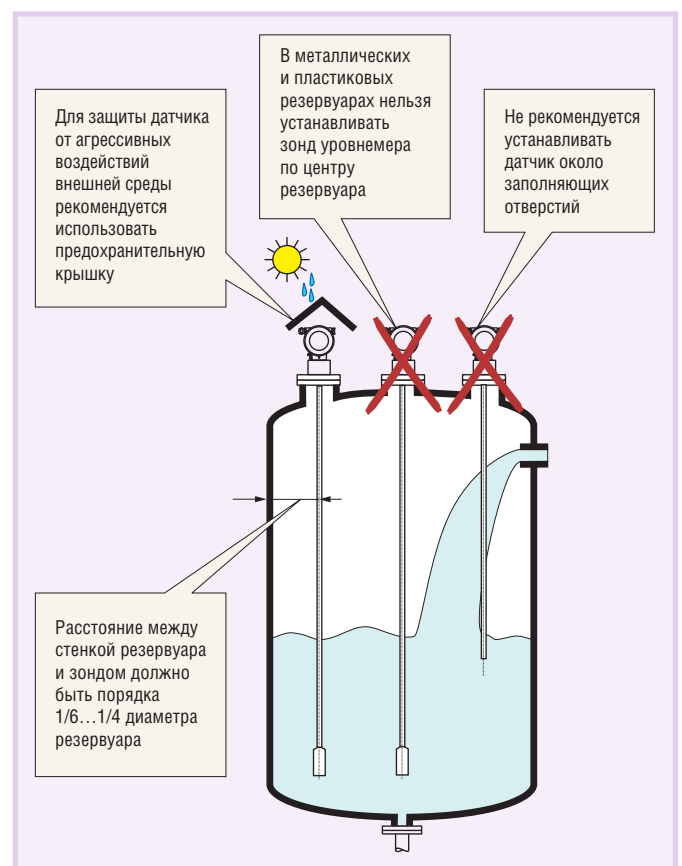

Рис. 7. Иллюстрация к основным рекомендациям по монтажу уровнемера в резервуаре с жидкостью
- Рекомендуемое расстояние между стенкой резервуара и зондом (рис. 7) должно быть порядка $1/6...1/4$ диаметра резервуара (справедливо для диаметров не менее 100 мм).